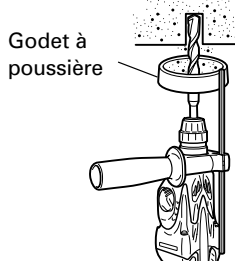
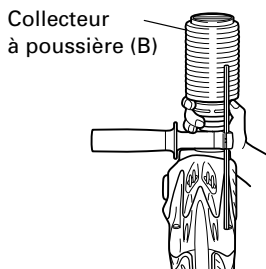

Fig. 4
Fig. 5
7. Lors de l'installation de la capuchon à poussière ou du collecteur de de poussière (B) (accessoires en option) (Fig. 4, Fig. 5)
Utiliser la capuchone à poussière en la fixant au foret comme montré dans la Fig. 4.
Lors de l'utilisation du collecteur à poussière (B), l'insérer par le bout du foret en l'alignant avec la rainure sur la poignée. (Fig. 5)